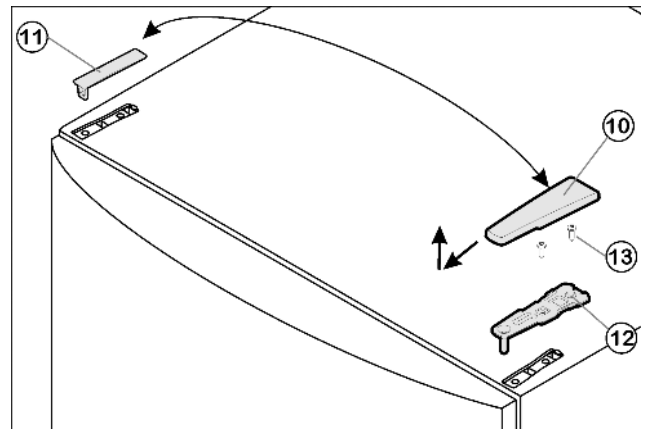

Fig. 4
- ▶ Afdekking Fig. 4 (10) naar voren en boven wegtrekken.
- ▶ Afdekking Fig. 4 (11) eraf nemen.
- ▶ Bovenste lagerbus Fig. 4 (12) losschroeven (2 maal Torx® 25) Fig. 4 (13) en naar boven eraf trekken.
- ▶ Plaats de bovenste lagerbus *Fig. 4 (12)* aan de nieuwe scharnierkant in de deur.
- ▶ Bovenste lagerbus *Fig. 4 (12)* goed (met 4 Nm) vastschroeven (2 maal Torx® 25) *Fig. 4 (13)*. Steek de schroefgaten indien nodig voor of gebruik de accuschroevendraaier.
- ▶ Afdekking *Fig. 4 (10)* en afdekking *Fig. 4 (11)* elk op de tegenoverliggende zijde vastklikken.